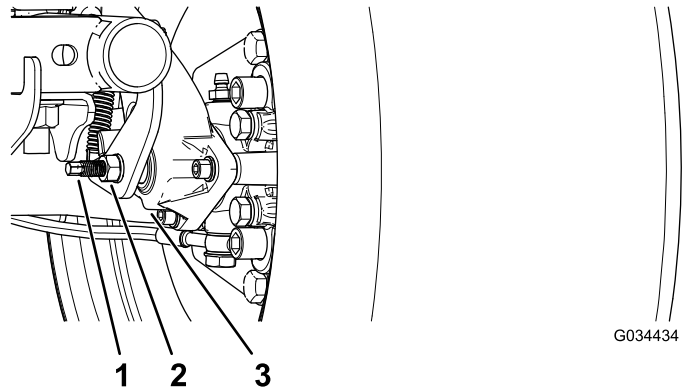

图 53
3. 使用 2 个扳手用 1 个扳手控制住制动盘上的调节杆用另一个扳手将锁紧螺母拧松 ¼ 圈图 53。
4. 在将调节杆和锁紧螺母固定在位的同时旋入调节杆直至旋紧图 53。
5. 在将调节杆和锁紧螺母固定在位的同时向回倒旋 ¼ 圈图 53。
6. 在将调节杆和锁紧螺母固定在位的同时拧紧锁紧螺母图 53。